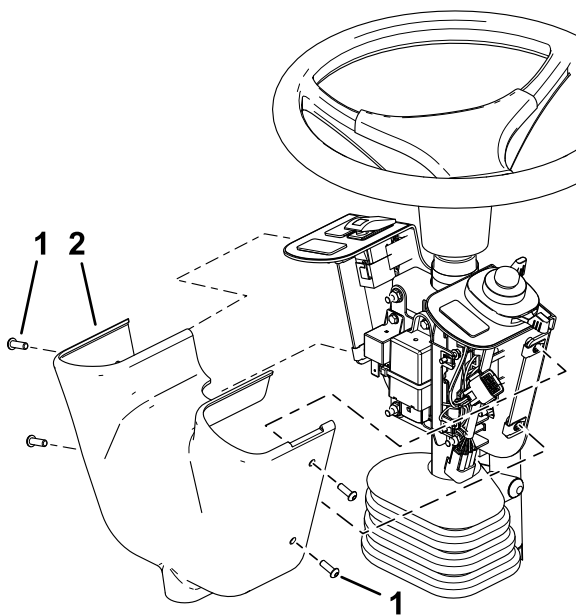

Figur 6
5. Montera varningslampans fäste på hytten (Figur 6).
Obs: Kontakten för varningslampan kan gängas ut ur uttaget för varningslampan för anslutning (Figur 6).
2. Varningslampa spade (2)
8. Montera varningslampan i fästet enligt Figur 6.